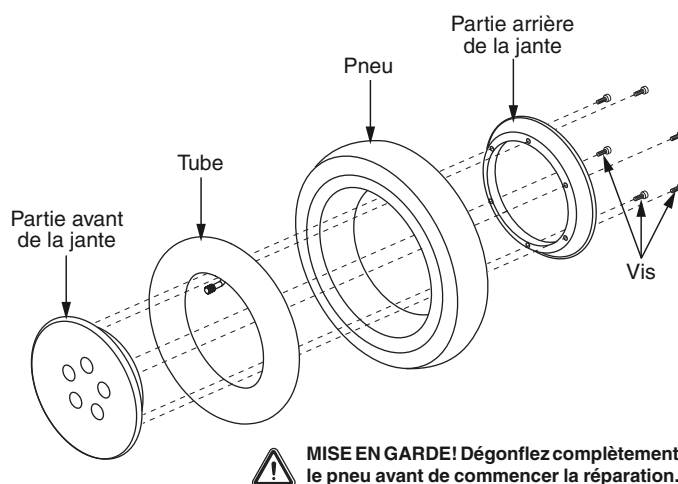

Figure 22. Roue motrice démontée
6. Retirez les vis qui retiennent les deux parties de la jante ensemble. Voir la figure 22.
10. Rétirez les cinq (5) écrous de roue sur le moyeu et resserrez.